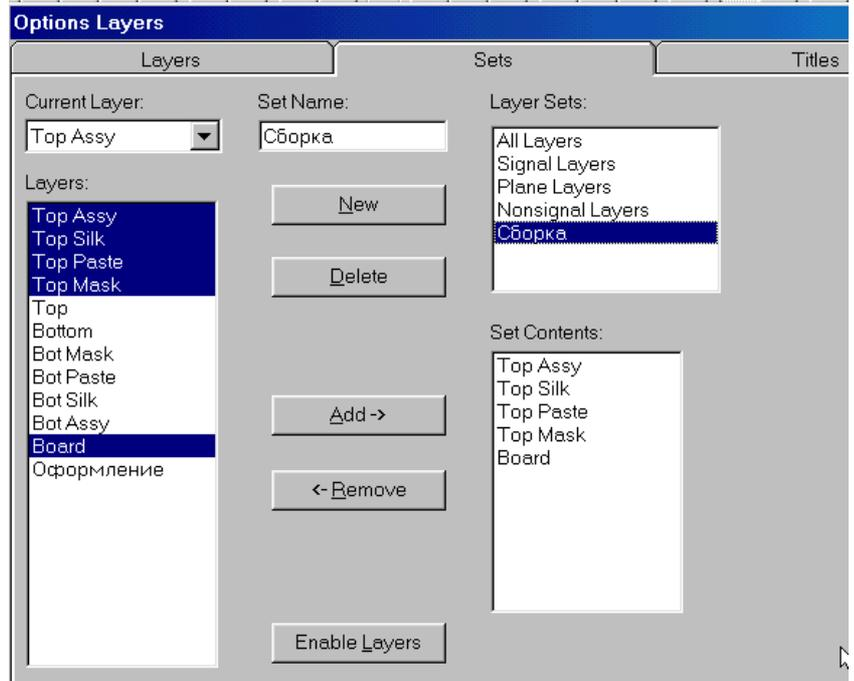

Рис. 7-7. Группы слоев
3) Нажмите клавишу **CTRL** и, не отпуская ее, выделите левой кнопкой мыши набор слоев, показанный на рис. 7-7.